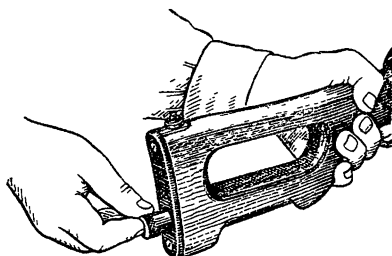

Рис. 12. Вкладывание пенала с принадлежностью в гнездо приклада
9) вложить пенал с принадлежностью в гнездо приклада. Уложить принадлежность в пенал и закрыть его крышкой, вложить пенал дном в гнездо приклада (рис. 12) и утопить его так, чтобы гнездо закрылось крышкой;